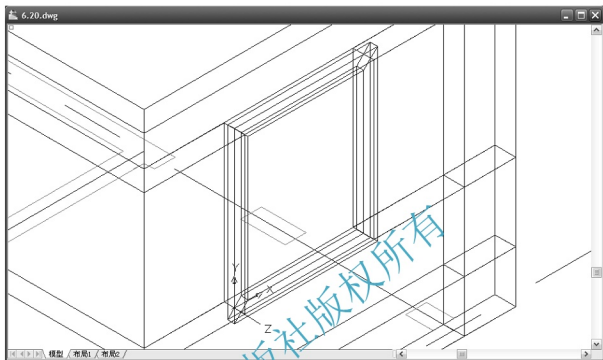

图 6.20 绘制出周边框
(7) 在指定下一点或 [圆弧(A)/闭合(C)/半宽(H)/长度(L)/放弃(U)/宽度(W)]: 提示下, 输入“C”后按 Enter 键结束命令。结果生成如图 6.20 所示的“窗框”, 其宽度为 160mm, 厚度为 80mm。